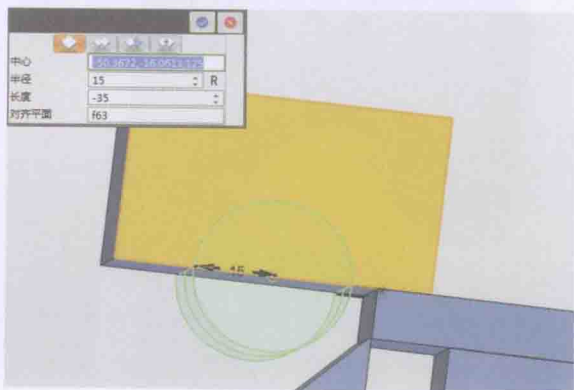

图 1-2-22
17. 鼠标左键单击绘制的六面体，按住拖拽将六面体向左移动一段距离，在图 1-2-22 所示的中心处画半径为 15 的圆柱。圆柱长度为 35，对齐平面选择如图 1-2-22 所示黄色平面。